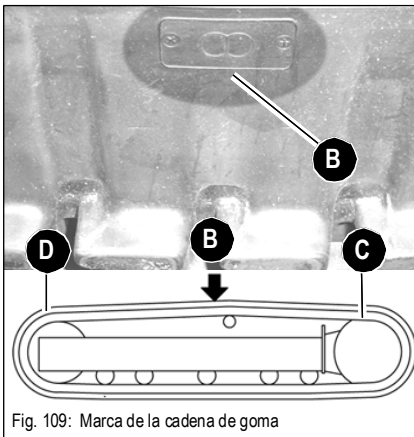

Fig. 109: Marca de la cadena de goma
- En la cadena de goma se encuentra una marca **B** como se representa en Fig.. 109